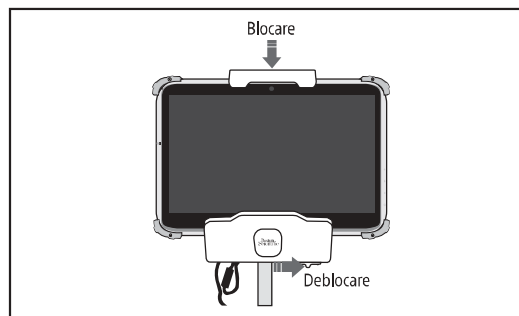

Figura 84.
**Notă:** Pentru a debloca tableta, glisați butonul așa cum se indică în Figura 84.